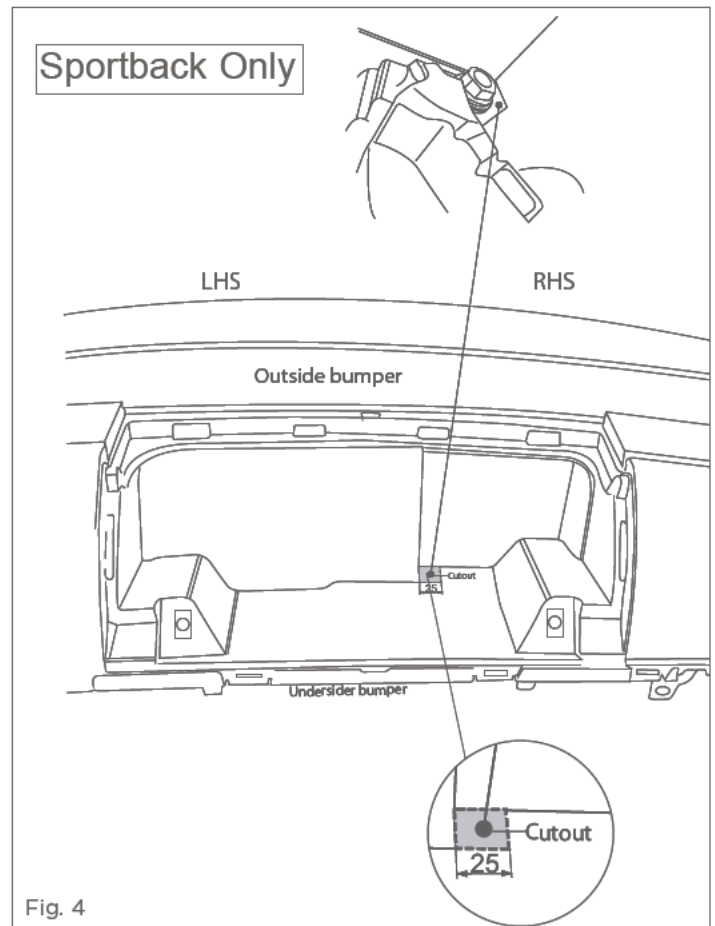

Fig. 4
3. **For Sportback versions:** Saw out the indicated section in accordance with figure 4.
3. Für Sportback-Fahrzeuge gilt Siehe Abbildung 4 das angegebene Teil herauserschneiden.
3. **Pour les modèles de Sportback:** .Scier la partie indiquée conformément à la figure 4.